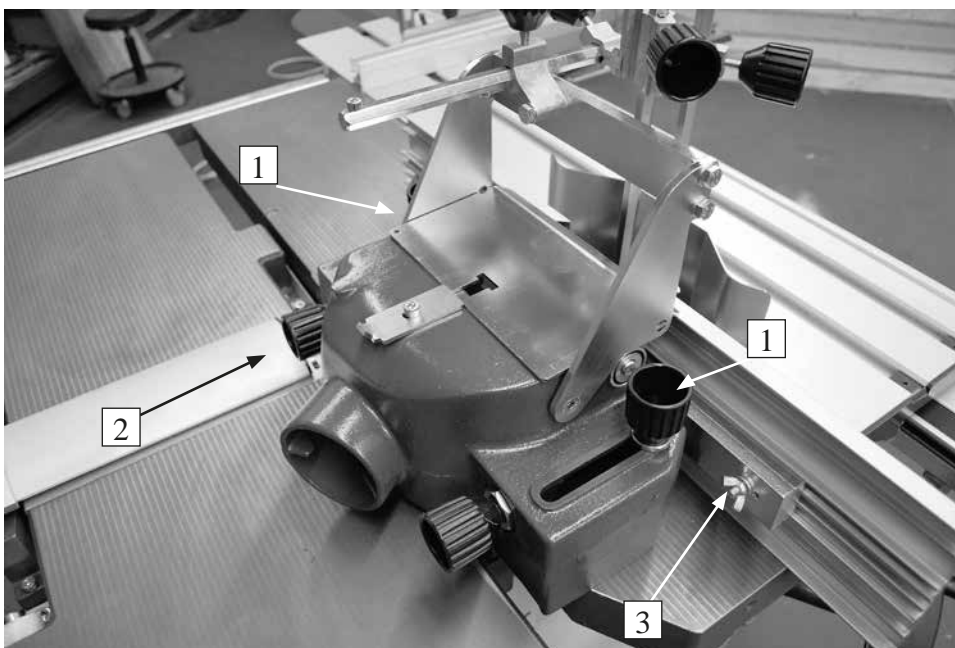

Рис.19
Установка фрезерного упора (Рис. 19)
Фрезерный упор крепится на поверхности стола при помощи 2 ручек (Рис. 19,1). Корпус фрезерного упора имеет два паза, которые позволяют перемещать его вперед и назад. После установки упора, положение алюминиевых планок можно отрегулировать при помощи ручек (2). Зазор между планками нужно настроить следующим образом: ослабьте гайку-барашек (3), которая удерживает планки, и сдвиньте их друг другу на максимально близкое расстояние, только чтобы оставался зазор для прохода инструмента между планками. При фрезеровании профильных поверхностей мы рекомендуем использование вспомогательного или встроенного упора. При этом вы достигаете постоянного прилегания заготовки между обеими планками упора, что ведет к большей безопасности и улучшению рабочего процесса. Для выравнивания обеих планок используйте ровную и точную линейку. Перед запуском станка следует проверить блокировку стержней упоров на столе. Толкатели оказывают вертикальное и горизонтальное давление на заготовку, чтобы подавать ее по столу к инструменту и облегчать ее скольжение. Толкатель (Рис. 20), поставляемый со станком, используется для безопасной подачи заготовок. Толкатели должны быть выставлены таким образом, чтобы между основанием горизонтального толкателя и столом был зазор 10 мм, это делает возможным перемещение одного толкателя под другим. Чтобы заменить режущий инструмент или использовать податчик, всю систему толкателей можно снять целиком, ослабив защелки с задней стороны фрезерного упора: потяните рычаг по направлению стрелки. Поднимите небольшую крышку. Теперь систему можно повернуть. Это действие предотвратит падение упоров. Рекомендуем использовать систему подачи, так как часто происходит отбрасывание заготовки при работе с фрезерным упором, потому что обрабатывается только часть заготовки.